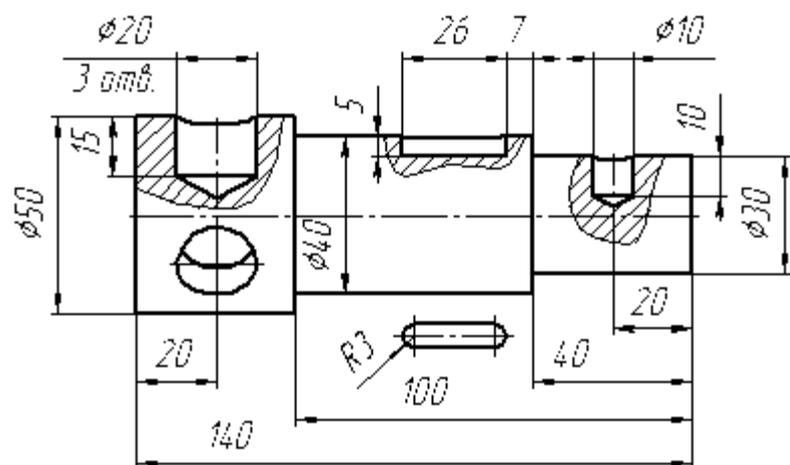
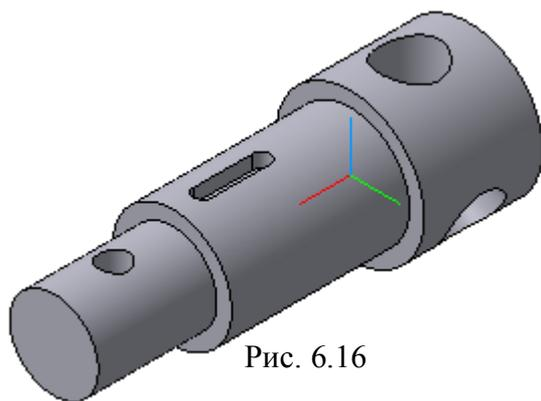
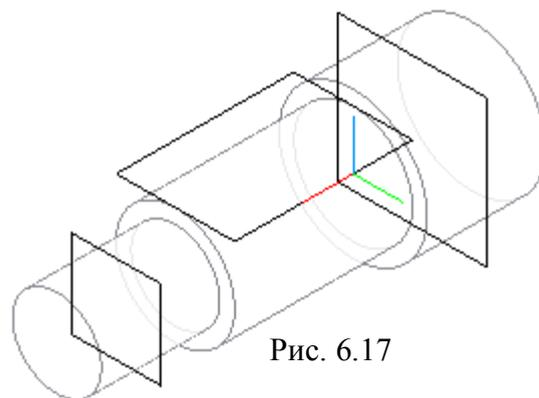

Рис. 6.15
Рис. 6.16
Рис. 6.17
На рис. 6.15 приведено изображение, на основе которого создана трехмерная модель детали (рис. 6.16).
1. Используя команды трехмерного моделирования в соответствии с исходными данными (рис. 6.15), создать модель ступенчатого вала (рис. 6.17).
плоскость (рис. 6.17). Смещенные плоскости должны быть параллельны координатной плоскости **XZ**.
5. Для отверстий выполняются эскизы с учетом последующей операции – операции вращения. Размеры и форму эскиза задать, используя чертеж детали (рис. 6.15).
8. Конечный вариант представлен на рис. 6.16, на котором модель затонирована.